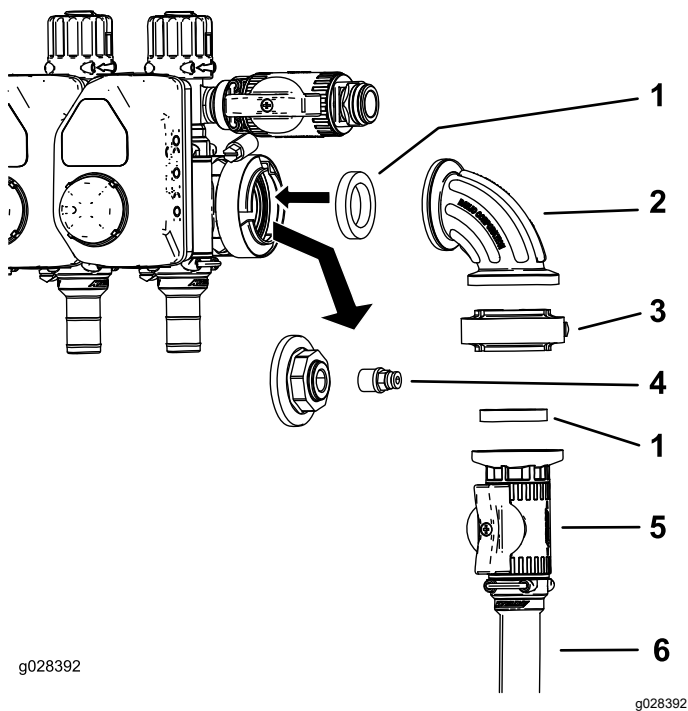
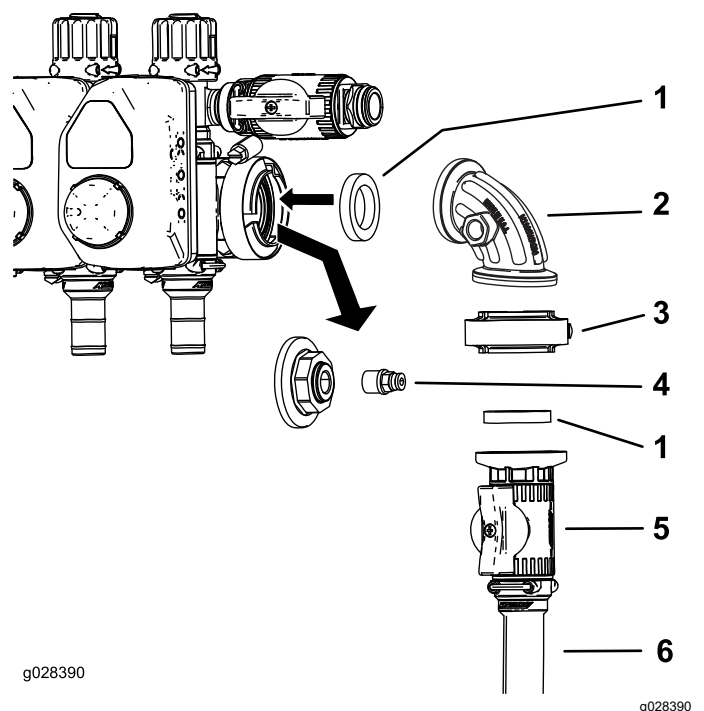

Bild 7
Bild 8
1. Entfernen Sie die Flanschklemm, mit denen die Endkappe und die Kupplung an der Druckmanometer-Anschlussstelle befestigt ist (**Bild 7** oder **Bild 8**).
2. Nehmen Sie die Kupplung von der Endkappe ab (Bild 7 und Bild 8).
3. Montieren Sie das Regelventil, wie in Bild 7 oder Bild 8 abgebildet.
4. Bauen Sie die Kupplung in den offenen Anschluss am 90-Grad-Anschlussstück ein (Bild 7 oder Bild 8).
Hinweis: Die Anschlussstelle in der Seite des 90-Grad-Anschlussstücks für den Multi Pro 1750 und Multi Pro WM befindet sich vor dem Anschlussstück in Bild 7 (nicht abgebildet).
5. Verbinden Sie den Versorgungsschlauch der Schlauchtrommel mittels einer Schlauchklemme mit dem Regelventil (Bild 7 oder Bild 8).